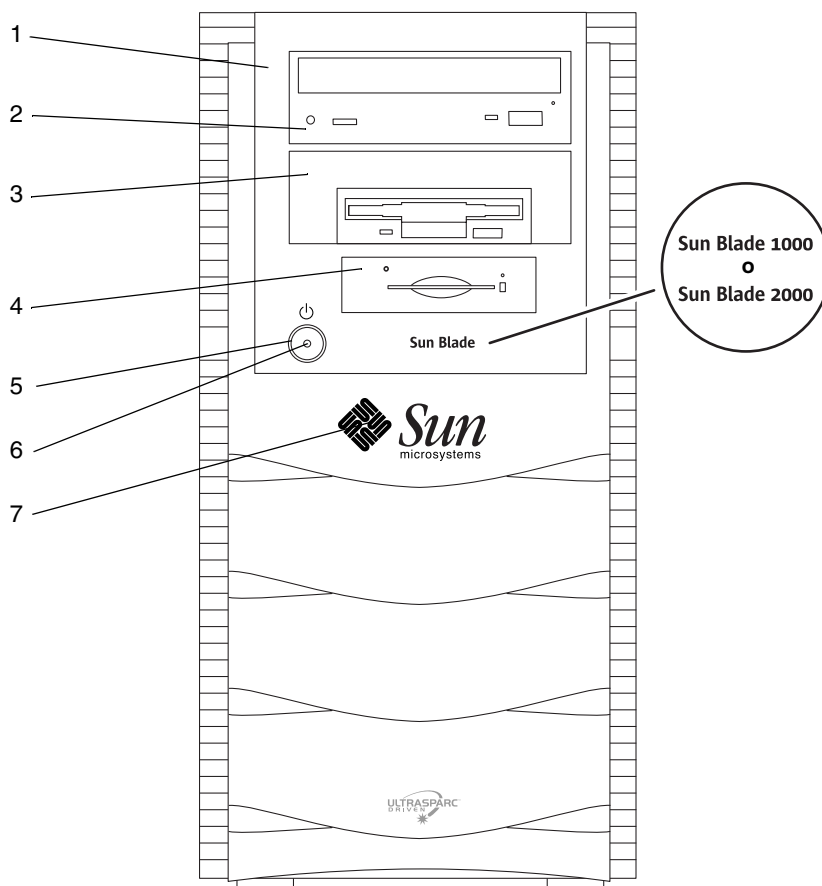

FIGURA 2 Pannello anteriore
Il seguente elenco numerato corrisponde alle didascalie numeriche della FIGURA 2.
2. **Premere e rilasciare il tasto sul pannello anteriore (vedere FIGURA 2).**